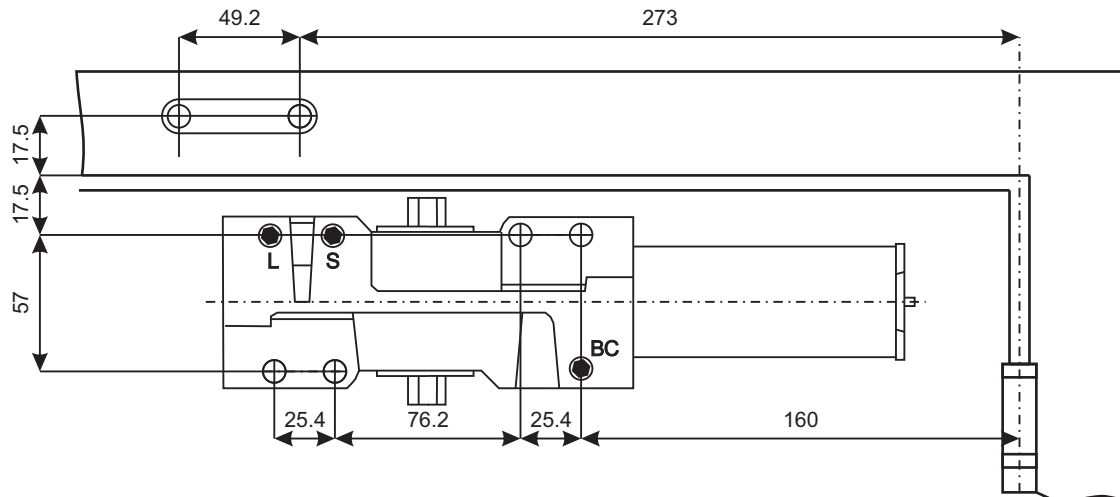

Рисунок 1.
1. Используя рисунок 1 наметьте и просверлите крепежные отверстия для тела доводчика и кронштейна рычага.
4. Отрегулируйте винтом «CLOSING» (рисунок 1) скорость закрытия.
5. Отрегулируйте винтом «LATCH» (рисунок 1) скорость доводки в диапазоне 18° - 0° (см. раздел регулировки).
6. Данная модель доводчика оснащена винтом регулировки BACK CHECK (ветровой тормоз), который ограничивает резкое распахивание или захлопывание двери на отрезке от 70° до 180° (зависит от регулировки). При необходимости отрегулируйте степень амортизации, используя винт "BC" (рисунок 1).